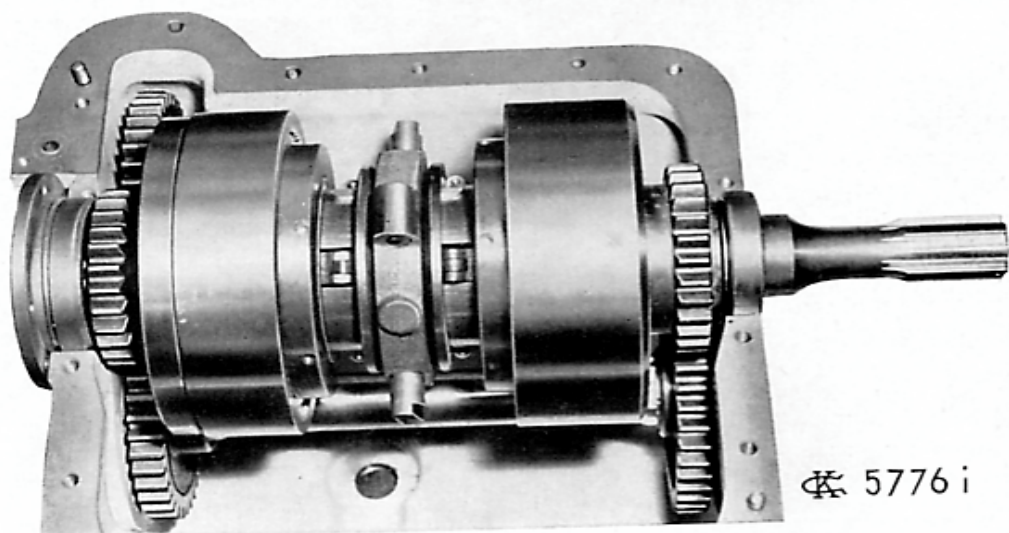

Fig. 31
b) Accouplement de renversement et de marche (fig. 31)